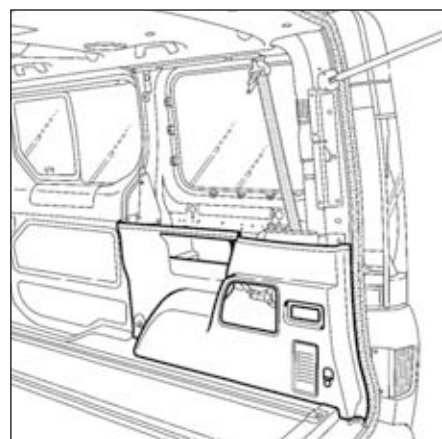

FIG.58
- la garniture inférieure (Fig.58),